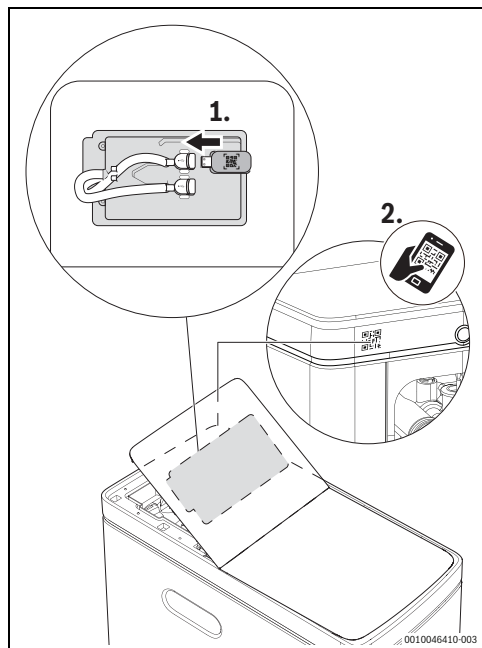

Bild 31 Position des QR-Codes
1. In der App HomeCom Easy den QR-Code des Produkts scannen. Zur Position → Abb. 31.